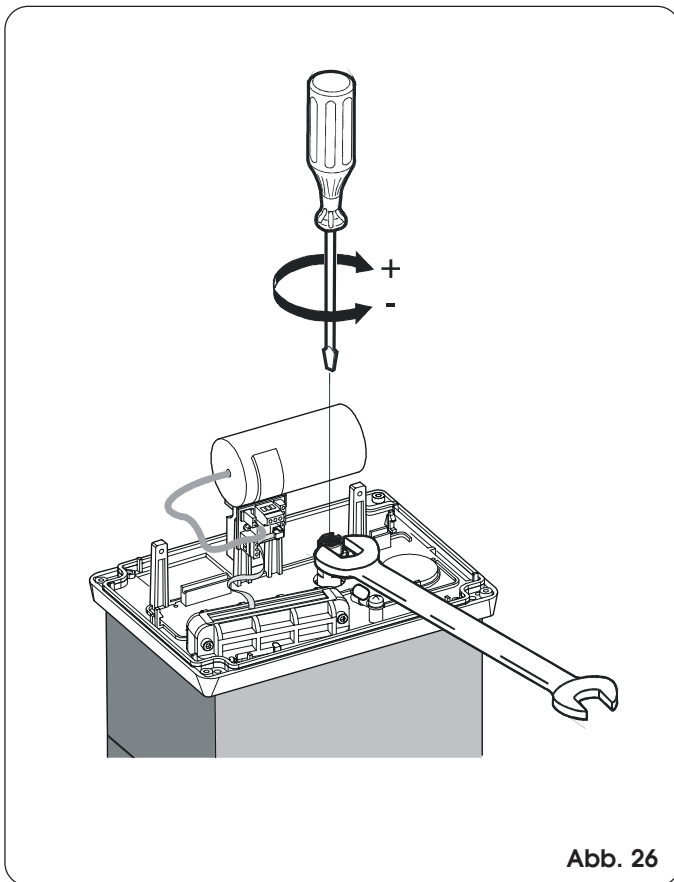

Abb. 26
- 2) Die Motorwelle mit Hilfe eines Engländers blockiert beibehalten und die Einstellung an der Einstellschraube der Kupplung mit einem Inbusschlüssel oder einem Schraubenzieher vornehmen, Abb. 26.